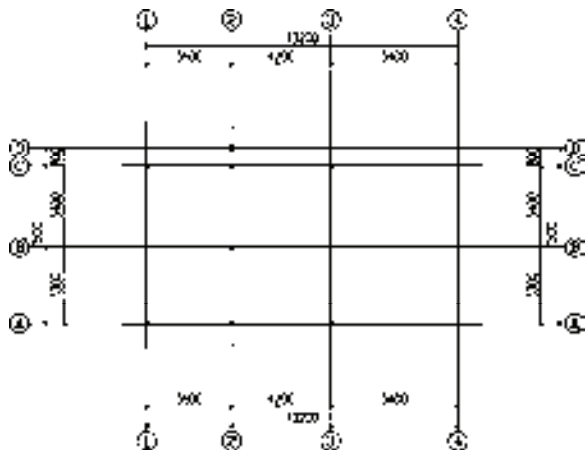

图 2-83 打开素材
1) 按〈Ctrl+O〉组合键，打开配套光盘提供的“第 2 章/2.4.8 轴号的夹点编辑.dwg”素材文件，结果如图 2-83 所示。